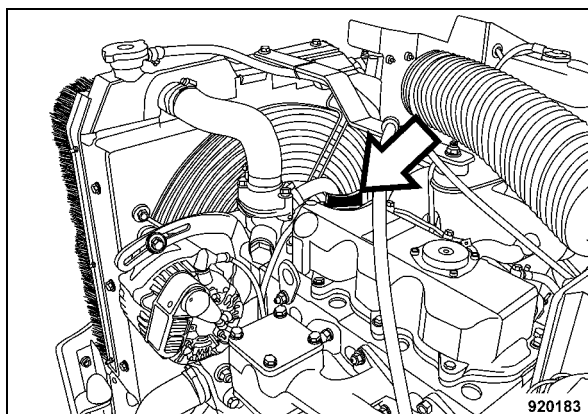

Fig. 107
- Desenroscar la tapa de llenado de aceite (Fig. 107).